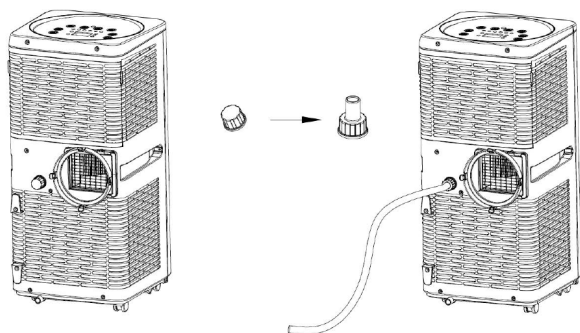

Figure 9 – Raccordement du tuyau d'évacuation continue
3. Raccordez enfin le tuyau d'évacuation sur l'embout de vidange (voir figure 9).